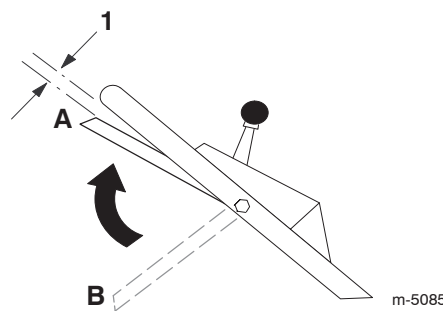

Bild 16
9. Heben Sie den Sicherheitsschaltbügel 2,5 cm unter den Griff an; siehe Stellung A in Bild 16.